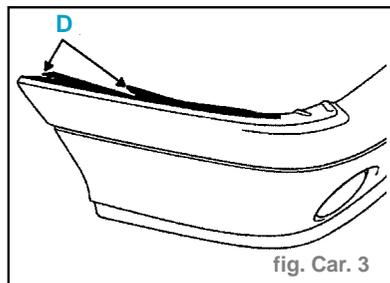

fig. Car. 3
- Dégager les encoches (D) des centreurs (E) de la patte de maintien latérale fixée sur l'aile avant. (fig. Car. 3 et 4)